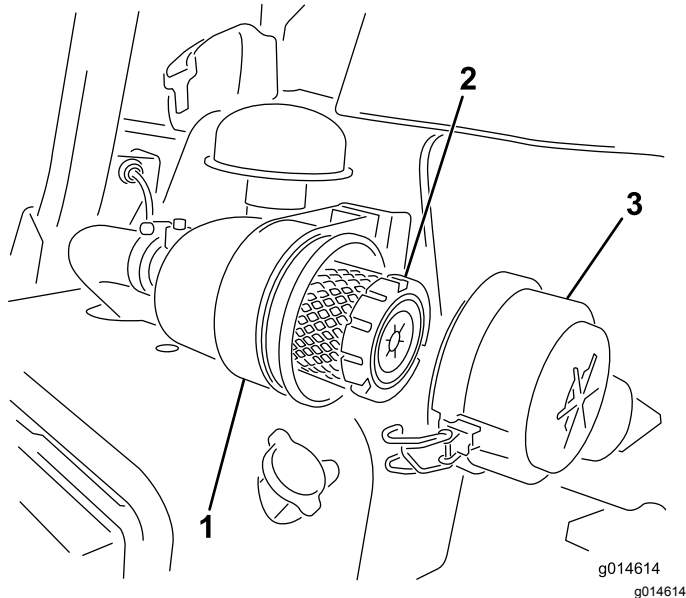

図 26
- エアクリーナのカバーをボディーに固定しているラッチを外す 図 26。
7. ラッチをしっかりと掛ける 図 26。